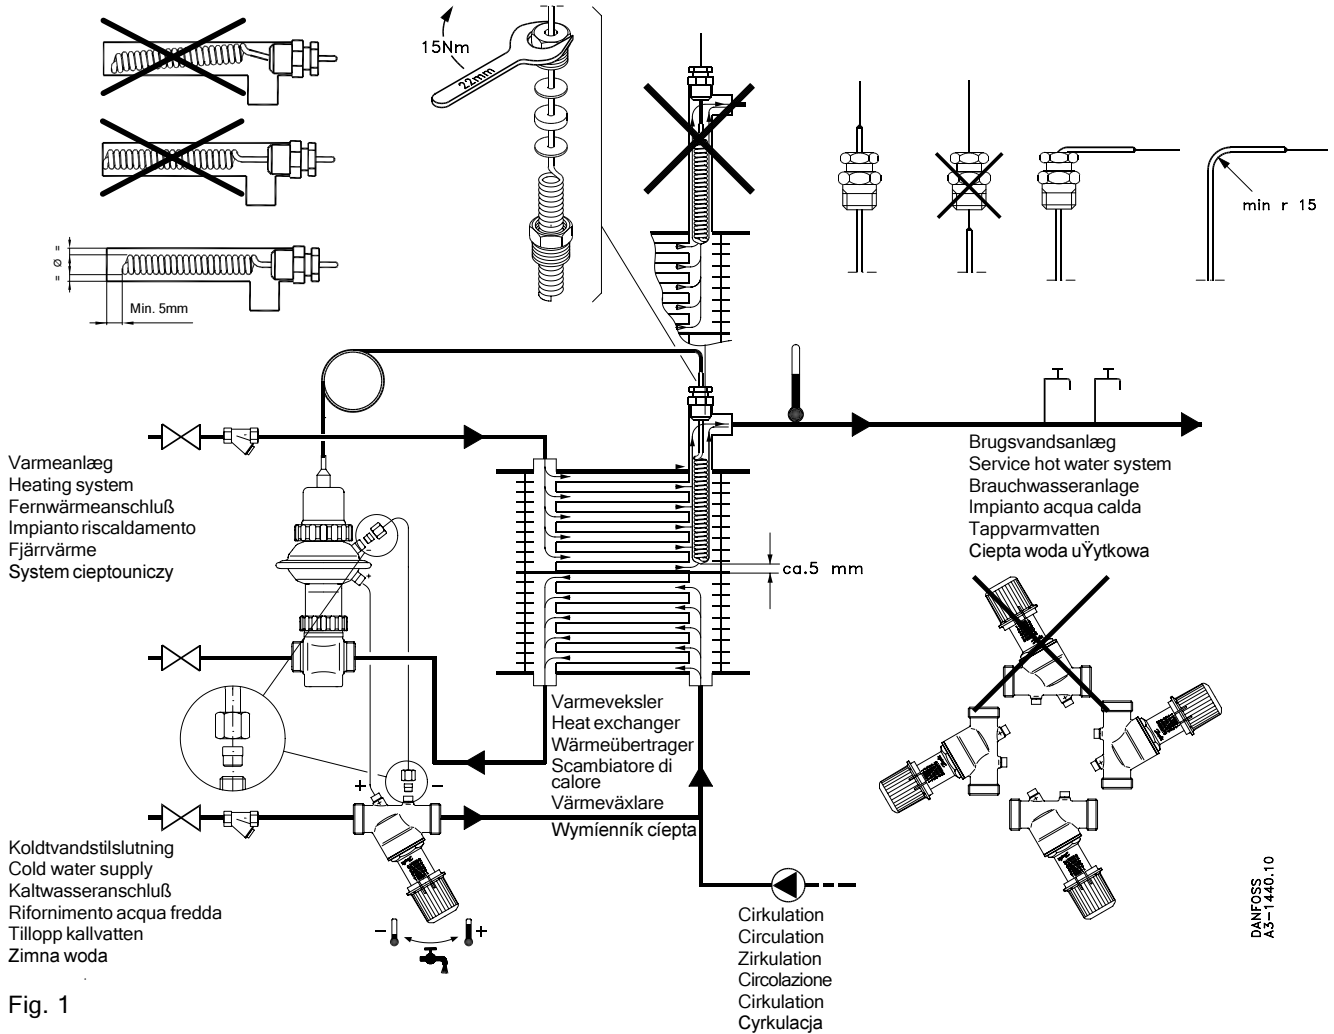

Fig. 1
Systemerne fungerer bedst når føleren monteres helt inde i varmeveksleren (se fig 1.). For korrekt tomgangsfunktion bør termisk afstrømning undgås, da varmt vand stiger til vejrs, hvilket vil bevirke et forøget tomgangsforbrug. Ønskes at dreje tilslutningerne for impulsrørene, løsn da omløberen (1), drej membran huset til den ønskede stilling (2) og spænd omløberen igen (20 Nm) - se fig. 4. Vær opmærksom på, at vandhastigheden omkring føleren skal overholde kravene i DS 439 for kobberør.
Systems function best when the sensor is installed right inside the heat exchanger (see fig. 1). For correct no-load function, thermal flow should be avoided as the hot water will rise and thus increase the no-load consumption. For optimum orientation of pressure connections loosen the nut (1), turn the diaphragm part into desired position (2) and tighten the nut (20 Nm) - see fig. 4. Note that the water velocity around the sensor must be in accordance with the requirements for copper tube.
Der Regler arbeitet optimal, wenn der Fühler ganz in den Wärmetauscher eingebaut ist (siehe Fig. 1). Im Leerlaufbetrieb sollte thermische Abströmung möglichst vermieden werden, da es sonst zu erhöhtem Leerlaufverbrauch kommen kann.
I sistemi funzionano in maniera ottimale quando il sensore è montato proprio all'interno dello scambiatore di calore (vedi fig. 1). Per un corretto funzionamento a vuoto, cercare di evitare il flusso termico; in questo caso infatti l'acqua calda aumenterà facendo crescere il consumo a vuoto.